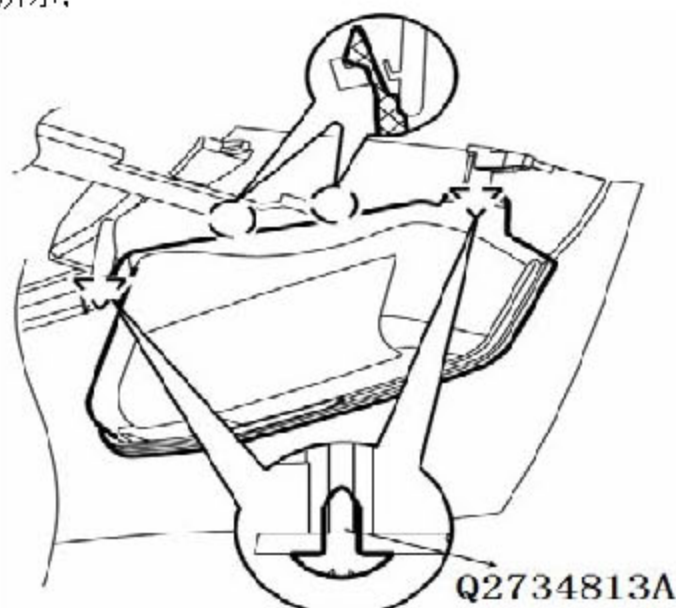

图 6-3-1 左前小储物盒的拆卸
1). 先用十字螺丝刀分别松开固定左前小储物盒的四个螺钉(Q2734813A 十字槽大半圆头自攻螺钉)，再松开储物盒与副仪表板本体的卡脚配合，最后将储物盒拆下。如图 6-3-1 所示；